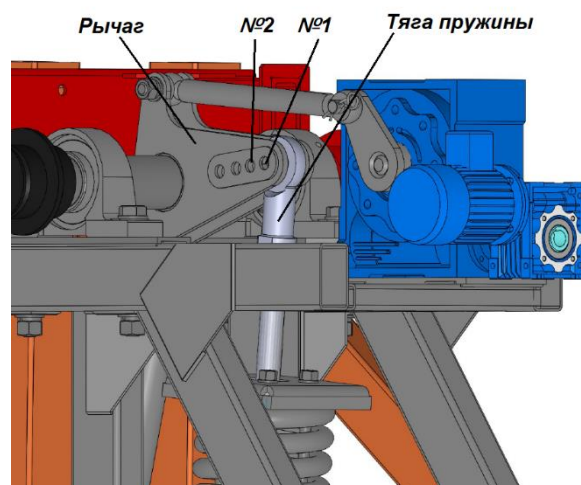

Рисунок 10
- Для сборки зацепить Тягу пружины к Рычагу болтом M20 и закрепить гайкой с гровером и шайбой, усилие затяжки не менее 350 N.m. Рис.10